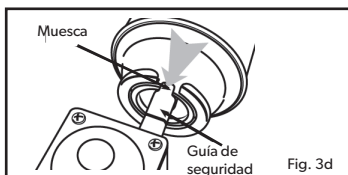

Fig. 3d
- Conecte el cartucho en posición horizontal y asegúrese de que la muesca esté alineada con la guía de seguridad (como se muestra en la Fig. 3d).